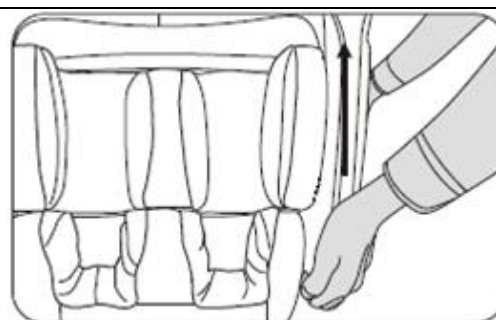

Rys. 8
- Dokręć śruby z tyłu podłokietnika (rys. 8).